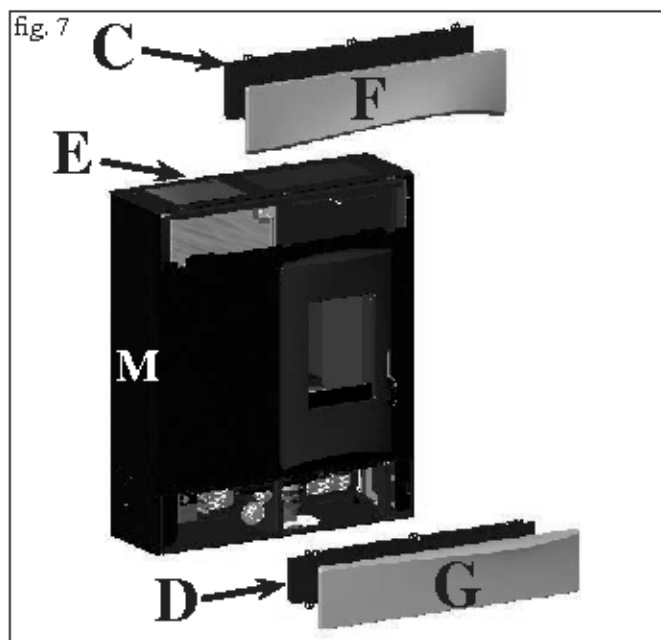

Fig. 7
- 1 élément horizontal inférieur en céramique (G - fig. 7)